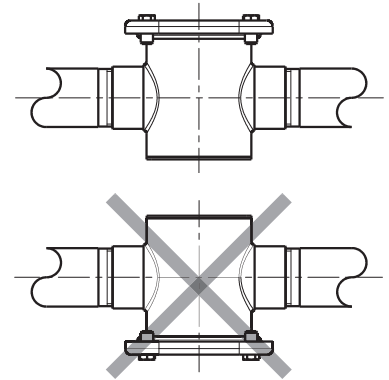

fig. 1
- De klep kan horizontaal (fig. 1) met het deksel naar boven en schuin in een hoek van maximaal 90°, maar nooit met de afsluitdeksel naar beneden gericht geïnstalleerd worden.